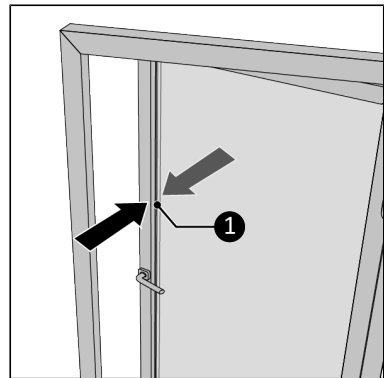

Abbildung 137.
2. Messen Sie die Breite des nach außen gewölbten Rahmens des Fensters (Abbildung 137, Pos. 1).